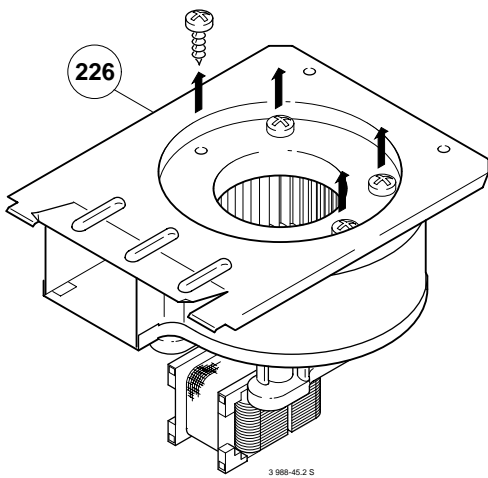

Bild 14
- Schrauben an der Saugseite des Abgasventilators (226) entfernen (Bild 14) und Drosselscheibe Ø 63 (7.4) an der Saugseite des Abgasventilators (226) befestigen (Bild 15).